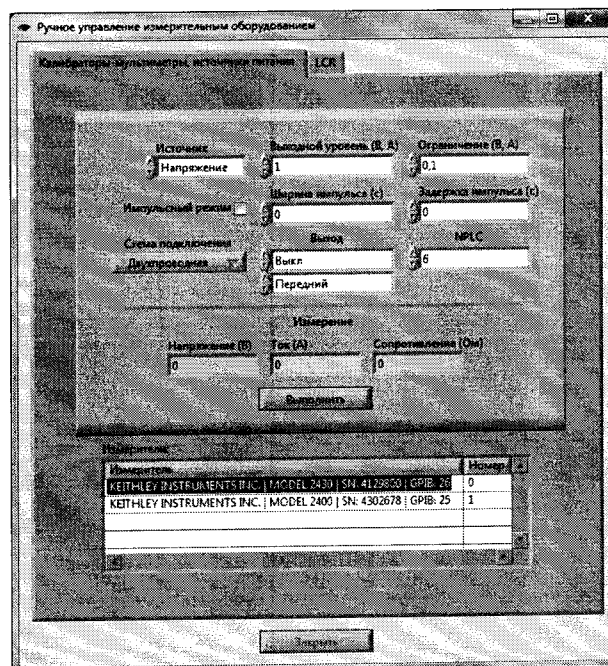

Рисунок 3
2. В режиме администратора выбрать «Измерители», после чего запустить ручное управление измерительным оборудованием. В появившемся окне (рисунок 3) выбрать закладку «Калибраторы-мультиметры, источники питания». В поле «Измерители» выбрать источник питания 2260В-30-108. Установить: «Источник» – в режим «Напряжение», «Ограничение (В, А)» – 0,01, «Выходной уровень (В, А)» – 0, «Схема подключения» – «Двухпроводная». После этого установить «Выход» в режим «Вкл».
2. В поле «Измерители» (рисунок 3) выбрать источник питания 2260В-30-108. Установить: «Источник» – в режим «Ток», «Ограничение (В, А)» – 1,0, «Выходной уровень (В, А)» – 0, «Схема подключения» – «Двухпроводная». После этого установить «Выход» в режим «Вкл».